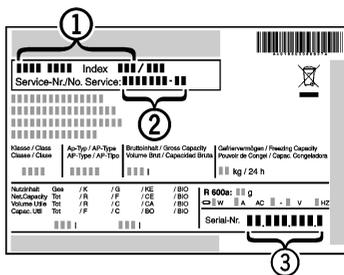

Fig. 6
- ▶ Leggere la denominazione dell'apparecchio Fig. 6 (1), il numero di assistenza Fig. 6 (2) e il numero FN Fig. 6 (3) dalla targhetta identificativa. La targhetta identificativa è situata all'interno dell'apparecchio, sul lato sinistro.
- ▶ Informare il servizio di assistenza e comunicare il difetto, la denominazione dell'apparecchio Fig. 6 (1), il numero di assistenza Fig. 6 (2) e il numero FN Fig. 6 (3).